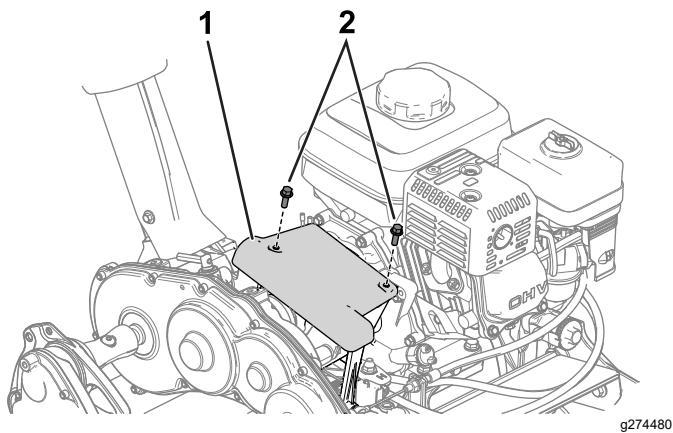

Figura 29
1. Aceda ao disco de fricção e placa de pressão removendo a cobertura da embraiagem (Figura 29).